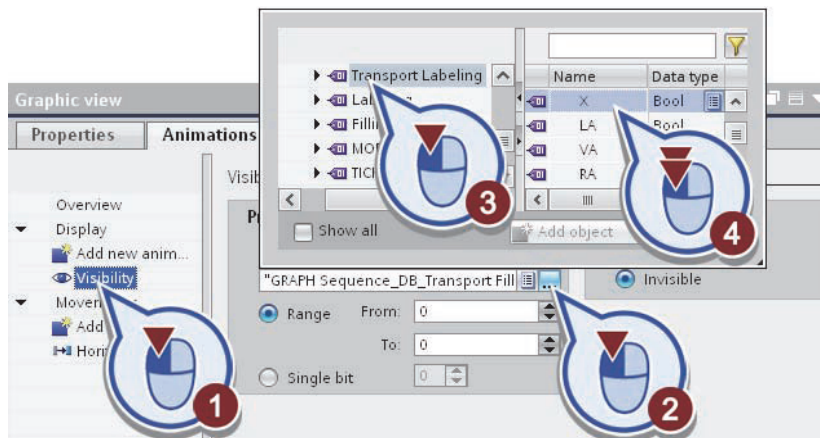

Рис. 3.41. Изменение ссылки тега анимации
- Измените ссылку тега анимации (рис. 3.41):